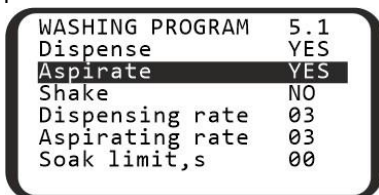

Figura 9. Parâmetros dos programas fileiras
5.6.3 Para navegar no menu de parâmetros (figura 9):